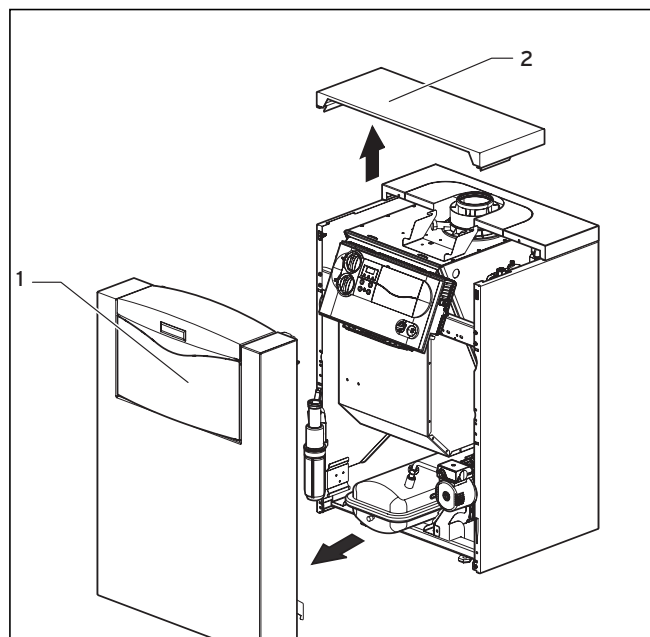

Fig. 8.1 Rimozione del rivestimento
**Legenda (fig. 8.1):**
- Estrarre il modulo del bruciatore (4) dallo scambiatore termico a condensazione integrale, vedere fig. 8.1.